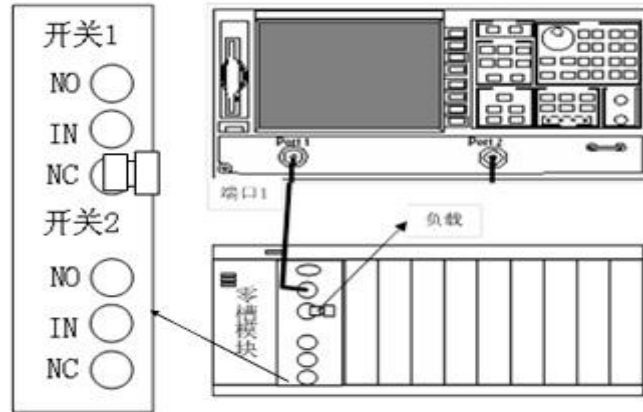

图 7.2 端口驻波比测试框图
**步骤 4.** 矢量网络分析仪校准完成后如图 7.2 所示连接系统，将电缆连接到开关 1 的 C 端口，将负载连接到开关 1 的 1 端口位置，从软面板上设置开关 1 切换到第一个端口。设置 S11 参数的测试扫描完成一次后即保持，观察此时显示的 S11 驻波比测试曲线，设定光标找出此时的最大值，将测量结果记录于附表中。